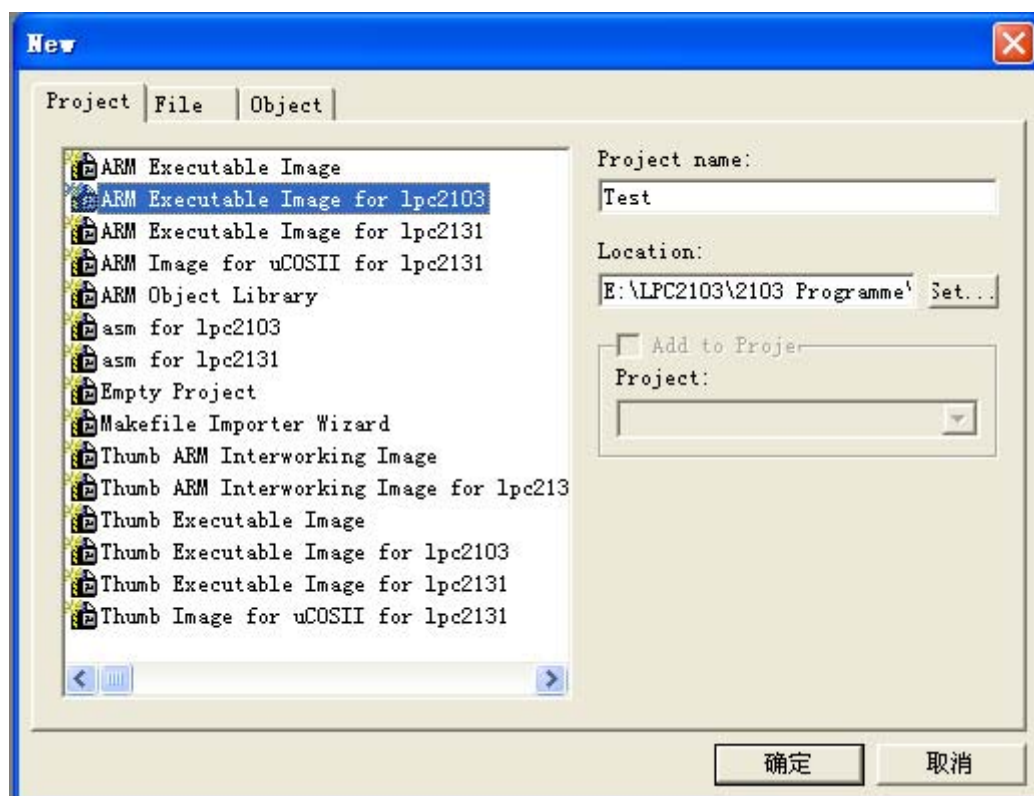
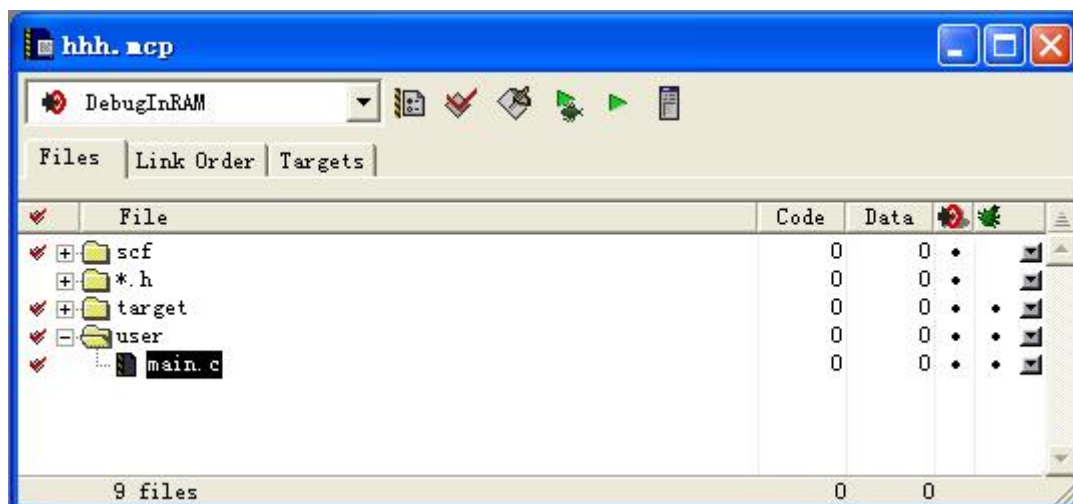

图 3.26 使用 LPC2103 工程模板建立工程——Example
图 3.27 ADS 项目工程目录
1、打开ADS（ARM_Developer Suite v1.2-> CodeWarrior for ARM Developer Suite）开发环境，使用ARM Executable Image for lpc2103 模板建立工程——Example，如图 3.26所示。项目目录如图 3.27所示。